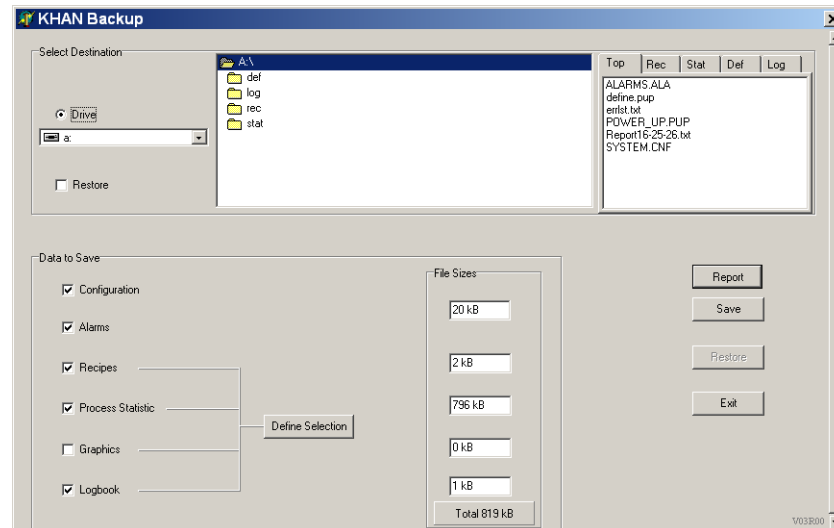

Abb. 8-6
- 3** Erstellen Sie einen Fehlerbericht (Schaltfläche *[Report]* in Abb. 8-6, 196), siehe Kapitel 8.5.2 Fehlerbericht erstellen, 198. Beantworten Sie alle Fragen so detailliert wie möglich.
- 4** Falls nicht nur die Daten des letzten Runs von Interesse sind, selektieren Sie die gewünschten Daten (Schaltfläche *[Define Selection]* in Abb. 8-6, 196).
- 5** Speichern Sie den Fehlerbericht auf Diskette (Schaltfläche *[Save]* in Abb. 8-6, 196).
Klicken Sie mit der rechten Maustaste in den oberen Teil des Bildschirms, und wählen Sie aus dem Popup-Menü *Error Report and Data Backup* aus. Das Fenster «Fehlerbericht und Datensicherung» öffnet sich, siehe Abb. 8-6, 196.
- 3 Klicken Sie auf die Schaltfläche *[Save]* (Abb. 8-6, 196), um die Daten zu sichern.
- 4 Klicken Sie auf die Schaltfläche *[Restore]* (Abb. 8-6, 196), um die Daten wiederherzustellen.
Neben der Funktion *Error Report and Data Backup* gibt es noch weitere Möglichkeiten zur Datensicherung. Eine kurze Auflistung zeigt folgende Tabelle. Die Einträge in der Spalte «Error Report and Data Backup» beziehen sich auf die Checkboxen unter *Data to Save*, siehe Abb. 8-6, 196